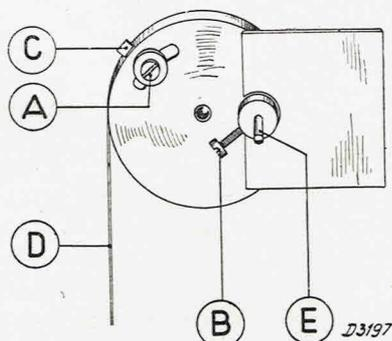

Fig. 6
4. Dévisser la petite vis A (figure 6) et faire tourner le tambour jusqu'à ce que l'aiguille vienne se placer exactement sur 510 m. Pendant cette opération on doit maintenir la
5. Dévisser légèrement la petite vis B (figure 6).